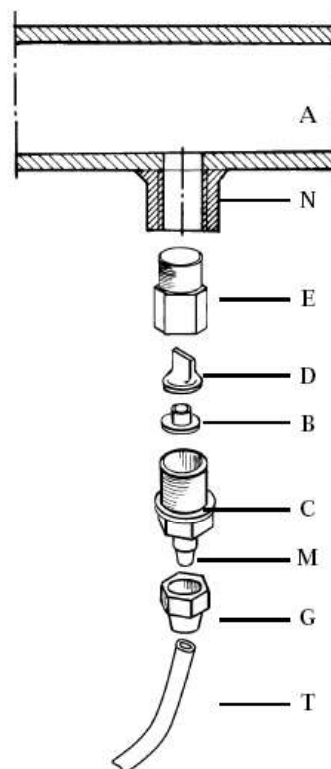

Рис. 8
g. — Выберите наиболее подходящее место для врезки в систему и установите в нем стальной коннектор с наружной резьбой 3/8". Данный коннектор не входит в комплект поставки насоса. Вкрутите в этот коннектор клапан впрыска, как показано на рис. 8. Затем подсоедините шланг сброса к клапану впрыску и закрутите гайку **Г**. В данной ситуации клапан впрыска также выполняет функцию невозвратного клапана (обычно выполняется из Витона).
3.1. СХЕМА УСТАНОВКИ КЛАПАНА ВПРЫСКА (Рис. 8)